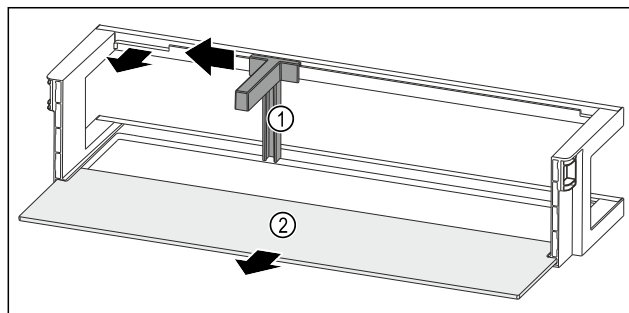

Fig. 120 Odkladací priestor vo dverách s držiakom fliaš a odkladacou plochou
- ▶ Potlačte držiak fliaš Fig. 120 (1) až k vybraniu do strany.
- ▶ Odoberte držiak fliaš Fig. 120 (1).
- ▶ Odoberte odkladaciu plochu Fig. 120 (2).